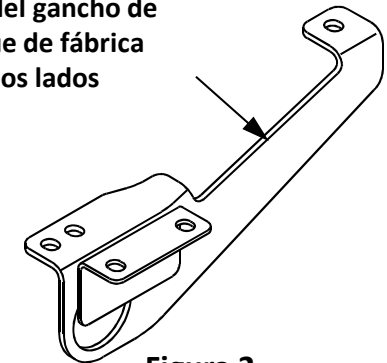

Figura 2
- Retirar los soportes del gancho de remolque:** Con un cubo de 17 mm, retirar los soportes del gancho de remolque de fábrica (si están presentes) retirando (10) pernos de cabeza de brida M12. Devolver los pernos y soportes al propietario del vehículo. **Ver la Figura 2.** **NOTA:** Para vehículos sin soportes del gancho de remolque de fábrica, puede ser necesario limpiar las tuercas de soldar existentes en el bastidor usando un cepillo metálico o aire comprimido.
1. **Retirar los soportes del gancho de remolque:** Con un cubo de 17 mm, retirar los soportes del gancho de remolque de fábrica (si están presentes) retirando (10) pernos de cabeza de brida M12. Devolver los pernos y soportes al propietario del vehículo. **Ver la Figura 2.** **NOTA:** Para vehículos sin soportes del gancho de remolque de fábrica, puede ser necesario limpiar las tuercas de soldar existentes en el bastidor usando un cepillo metálico o aire comprimido.